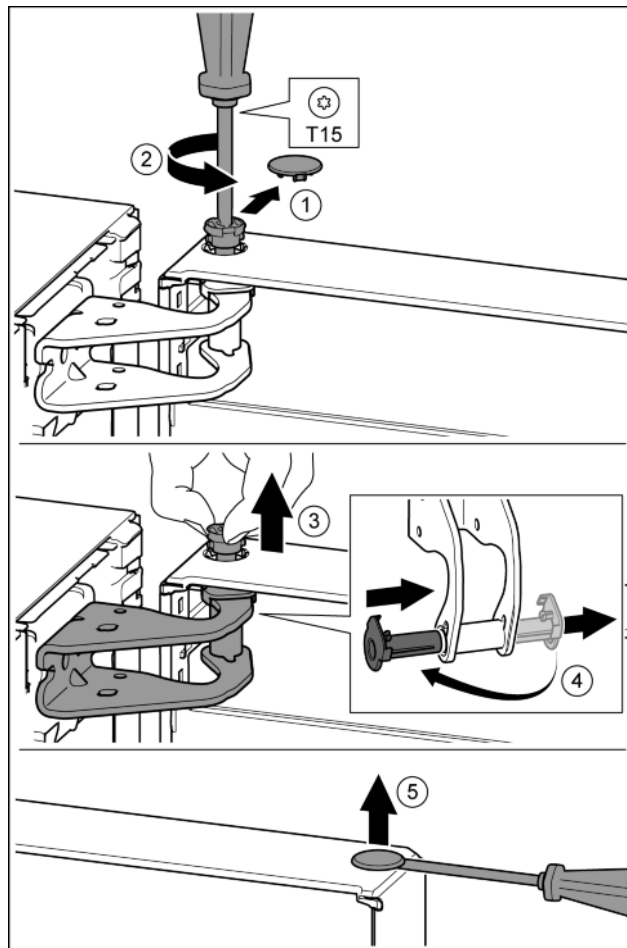

Fig. 12
- ▶ Facendo attenzione, togliere la copertura di sicurezza. Fig. 12 (1)
- ▶ Con un cacciavite T15 svitare leggermente il perno. Fig. 12 (2)
- ▶ Trattenerne la porta ed estrarre il perno con le dita. Fig. 12 (3)
- ▶ Estrarre la boccia del supporto dalla guida. Inserire dall'altro lato e innestare a scatto. Fig. 12 (4)
- ▶ Con un cacciavite sollevare con attenzione i tappi dalla boccia del supporto porta ed estrarli. Fig. 12 (5)